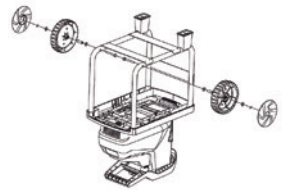

Fig.4
4. insérer l'axe de la roue par le châssis, mettez la rondelle, la roue, une autre rondelle et fixer avec la goupille. Ensuite, placez l'enjoliveur. (Fig4).
5. Répétez l'étape 4 pour l'autre roue (figure 4).